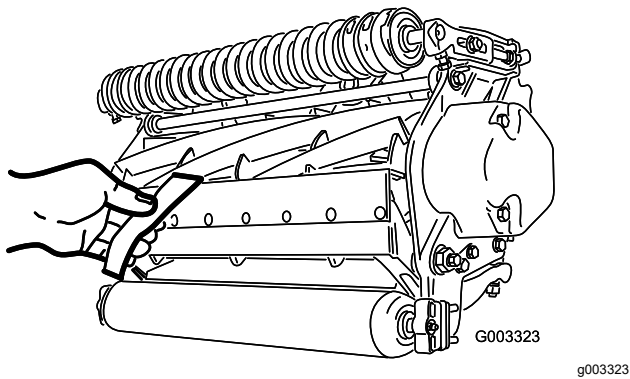

Figura 8
- B. Inserte una tira larga de papel para comprobar el rendimiento del corte (Pieza Toro N.º 125-5610) entre el molinete y la contracuchilla, perpendicular a la contracuchilla (Figura 8) y, a continuación, gire **lentamente** el molinete hacia delante; deberá cortar el papel; de lo contrario, repita los pasos A y B hasta que lo corte.
- Inserte una tira larga de papel para comprobar el rendimiento del corte (pieza Toro n.º 125-5610) entre el molinete y la contracuchilla, perpendicular a la contracuchilla (Figura 8) y, a continuación, gire **lentamente** el molinete hacia delante; deberá cortar el papel; de lo contrario, gire 1 clic cada perno de ajuste de la barra de asiento en sentido horario, hasta que corte el papel.